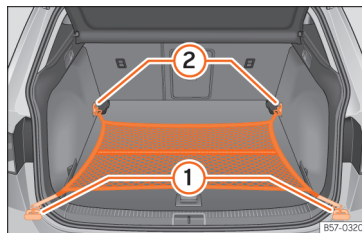

Abb. 174 Im Gepäckraum: flach eingehängtes Gepäckraumnetz.
- Hängen Sie die Haken in die Verzurrrösen ein » (Abb. 174) (1) und (2) » ⚠️. Der Reißverschluss des Gepäckraumnetzes muss dabei nach oben zeigen.